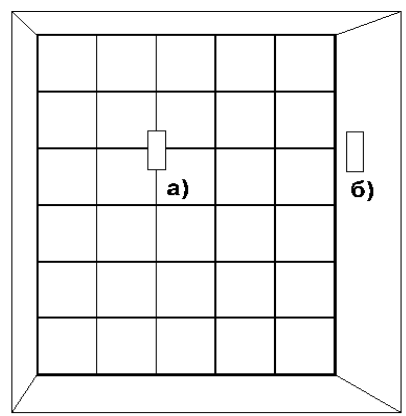

Рисунок 8 – Защита стеклоблоков
- непосредственно на охраняемую стеклянную поверхность [рисунок 8 а)]. Для этого крепежное устройство удобно размещать в отверстиях цементного шва, соединяющего стеклоблоки между собой, по методике установки извещателя на кирпичную или бетонную конструкцию;
- на примыкающую к охраняемой кирпичную, бетонную или стальную конструкцию [рисунок 8 б)] по соответствующей методике.